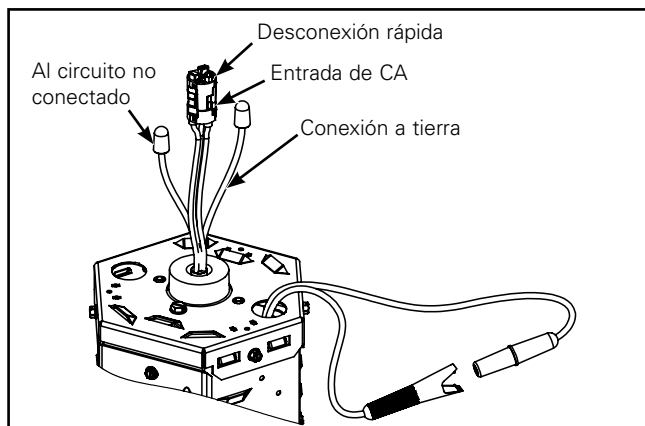

Figura 6.
3. Conecte el cable de entrada de CA al accesorio, incluido el circuito no conectado para el paquete de baterías. Conecte según el código. (Figura 6).